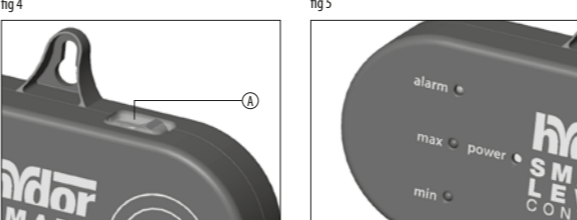
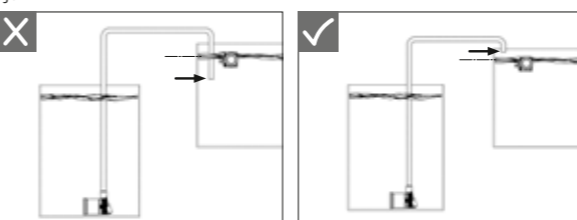

fig 5
fig 8
Nach dem Einschalten der ON/OFF-Taste führt das Smart Level Control System die Kalibrierung des Sensors durch, während der die LED für ALARM, MAX und MIN. Füllstand blinken (Abb.5), nach Abschluss dieser Phase wird automatisch der Betriebsschalt aktiviert.
- Die Füllhöhe des Aquariums über dem gewöhnlichen, maximalen Wasserstand haben, um keinen Spillovereffekt hervorzuheben (Fig.8).
- Maintenir le niveau de remplissage de l'aquarium au-dessus du niveau maximal de l'eau souhaité, afin de ne pas amener un effet de siphon (Fig.8).
- Brancher le câble de l'aquarium au-dessus du niveau maximal de l'eau souhaité, afin de ne pas amener un effet de siphon (Fig.8).
- Coller le câble de l'ON/OFF-Taste (A) sur le capteur (I) et le système de remplissage.
- Longue la LED quand est allumée, le Smart Level Control passe à la phase d'étalonnage du capteur, durant laquelle les LED + alarm + max + et min + (Fig.5)
- Conectar la bomba de llenado al puerto de salida (H) del Smart Level Control.
- Colar el cable de la ON/OFF-Taste (A) en el capteur (I) y el sistema de llenado.
- Longue la LED cuando est allumada, el Smart Level Control pasa a la fase de etalonnage du capteur, durant laquelle les LED + alarm + max + et min + (Fig.5)